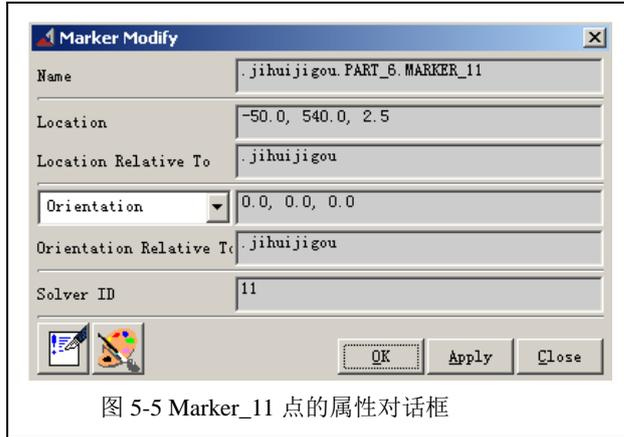
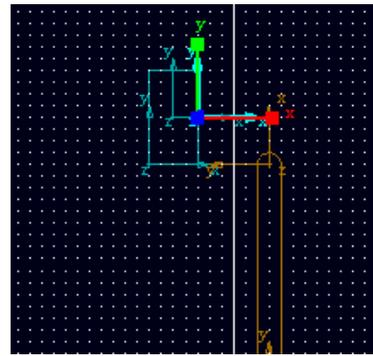

图 5-5 Marker_11 点的属性对话框
图 5-6 修改后的 MARKER_11
5.3 在弹出的属性对话框中，如图 5-5 所示，将对话框中 **Location** 栏的值 (-50.0,540.0,2.5) 修改为 (-30.0,540.0,2.5)，表示 **MARKER_11** 点向 x 轴正方向移动了 20mm，然后点击 OK 确认，移动后的 **MARKER_11** 点的位置位于滑块的右侧面，如图 5-6 所表示。